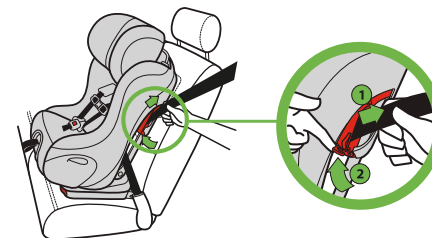

Figure 65
- Lors de l'utilisation d'une ceinture baudrier/sous-abdominale : tout en maintenant la ceinture du véhicule serrée, verrouillez le Dispositif de Blocage, tel qu'illustré dans la **Figure 65**.